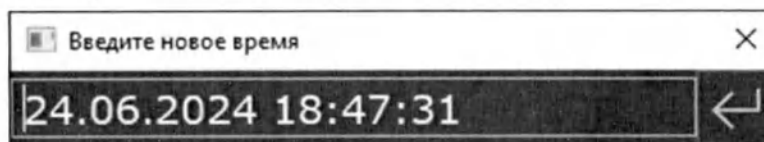

Рис. 163 Окно настройки даты и времени
- Откроется диалоговое окно настройки времени и даты (Рис. 163 Окно настройки даты и времени);